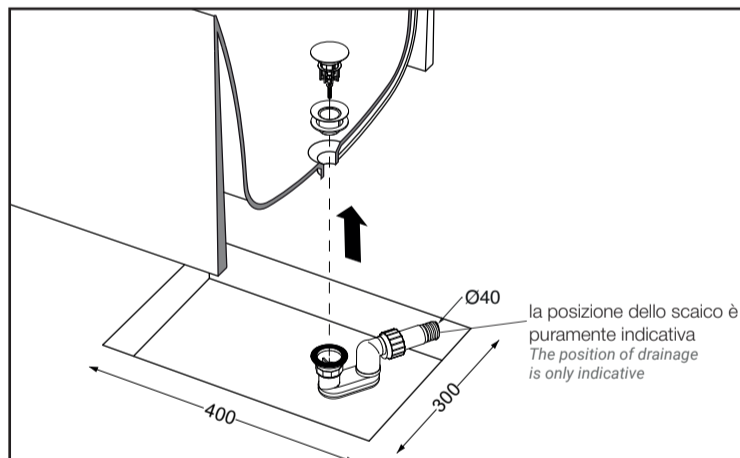

Fig.2
- **Attenzione:** questo modello di vasca ha uno spazio sotto al foro di scarico di 8 mm. In base al tipo di scarico da montare verificare se è necessario preparare un pozzetto opportunamente collocato tenendo conto dell'ingombro della vasca/dimensioni indicate (vedi fig.2)
* Attention: this bathtub model has a space of 8mm under the drainage hole. According to the type of drain to be fitted, check the need for a drain sump, to be located taking into account the volume of the bathtub/dimensions indicated (see fig. 2)